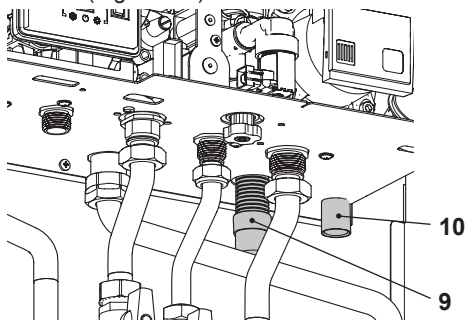

Figura 5.3
- Collegare lo scarico della valvola di sicurezza 10 (Figura 5.3) ad un imbuto di scarico.
- Inserire il tubo flessibile di scarico condensa 9 (Figura 5.3) all'interno del condotto di scarico condensa domestico o nell'imbuto di scarico della valvola di sicurezza, qualora lo scarico sia idoneo a ricevere condensa acida.